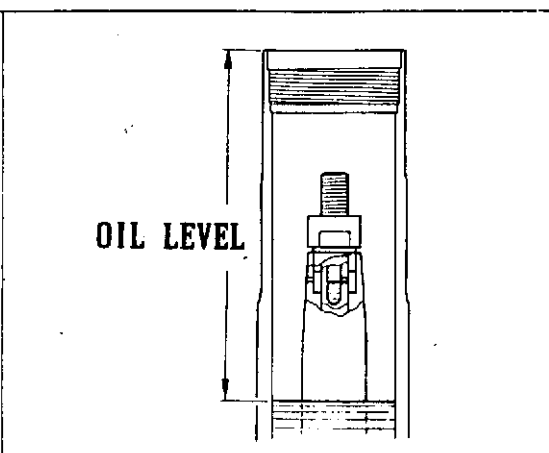

Fig. 9
- 17) Misurare il livello dell'olio (Fig. 9).